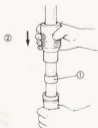

Bild 184
- Obere Gleitbuchse (11) einbauen. Dabei Werkzeug lt. Bild 56.13 verwenden. Bild 184 zeigt den Vorgang.
5 Gleitbuchse nach Bild 184